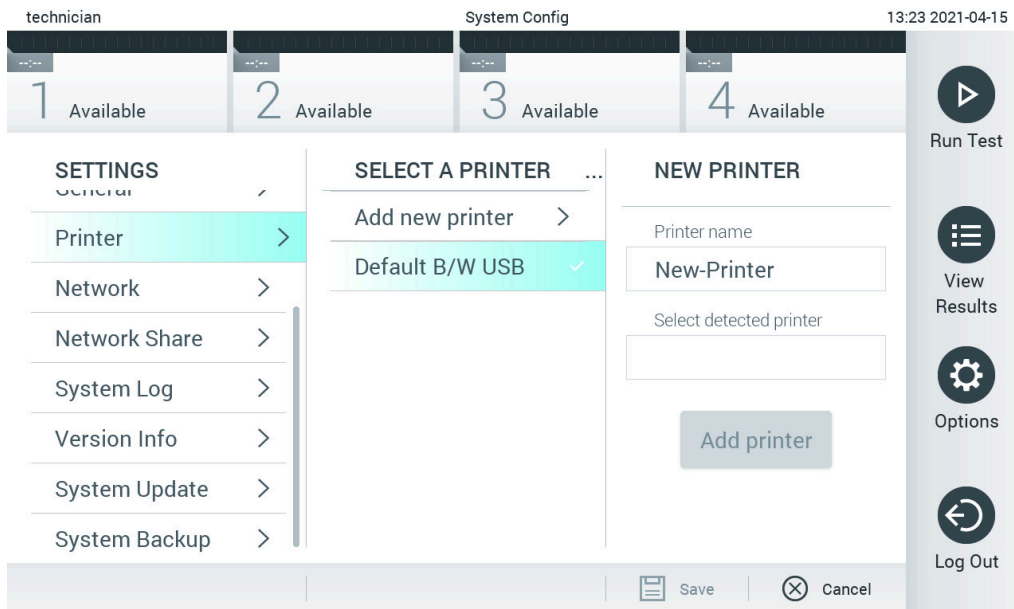

Figura 100. Instalação da impressora com instalação de driver
5. Clique em **Add Printer** (Adicionar impressora) (Figura 100).